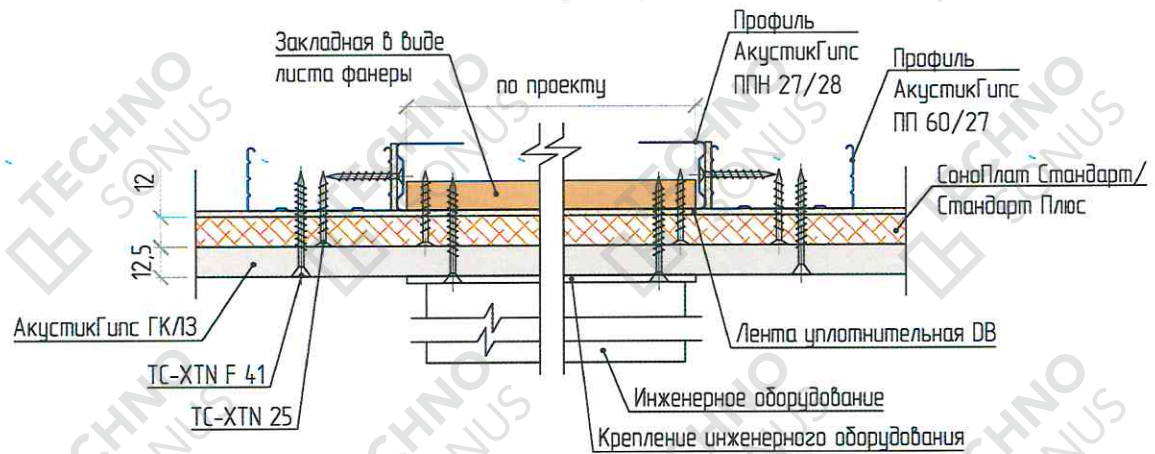

Рисунок 5 – Устройство усиления каркаса (закладные)
6.8. Установить закладные детали (см. рисунок 5) для крепления стационарного навесного оборудования, не превышающего установленные нагрузки на систему (см. пункт 7) и элементов интерьера (если в этом есть необходимость), закрепляя их к основным профилям каркаса. Для крепления ревизионных лючков (если в таковых есть необходимость) установить дополнительные элементы каркаса, закрепляя их к основным профилям. В качестве закладных деталей рекомендуем использовать листы фанеры толщиной 12-18 мм или листы ОСП толщиной 18 мм.